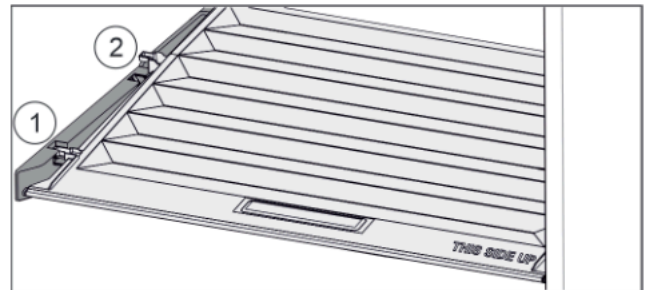

Fig. 36
- ▶ Tirare in avanti il coperchio fino all'apertura nei fermi Fig. 36 (1).
- ▶ Sollevare posteriormente dal basso e togliere verso l'alto Fig. 36 (2).